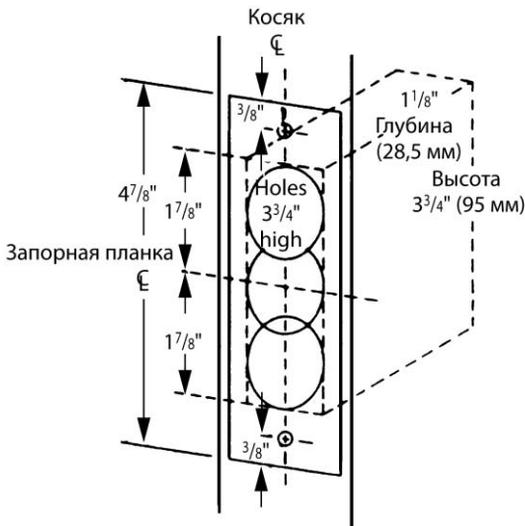

Рис. 6.28. Разметка запорной планки на косяке по шаблону (С разрешения компании Schlage Lock Company)
6. Совместить шаблон запорной планки на косяке. Следует убедиться, что центральная линия совпадает на шаблонах запорной планки и декоративной накладке замка (рис. 6.28).